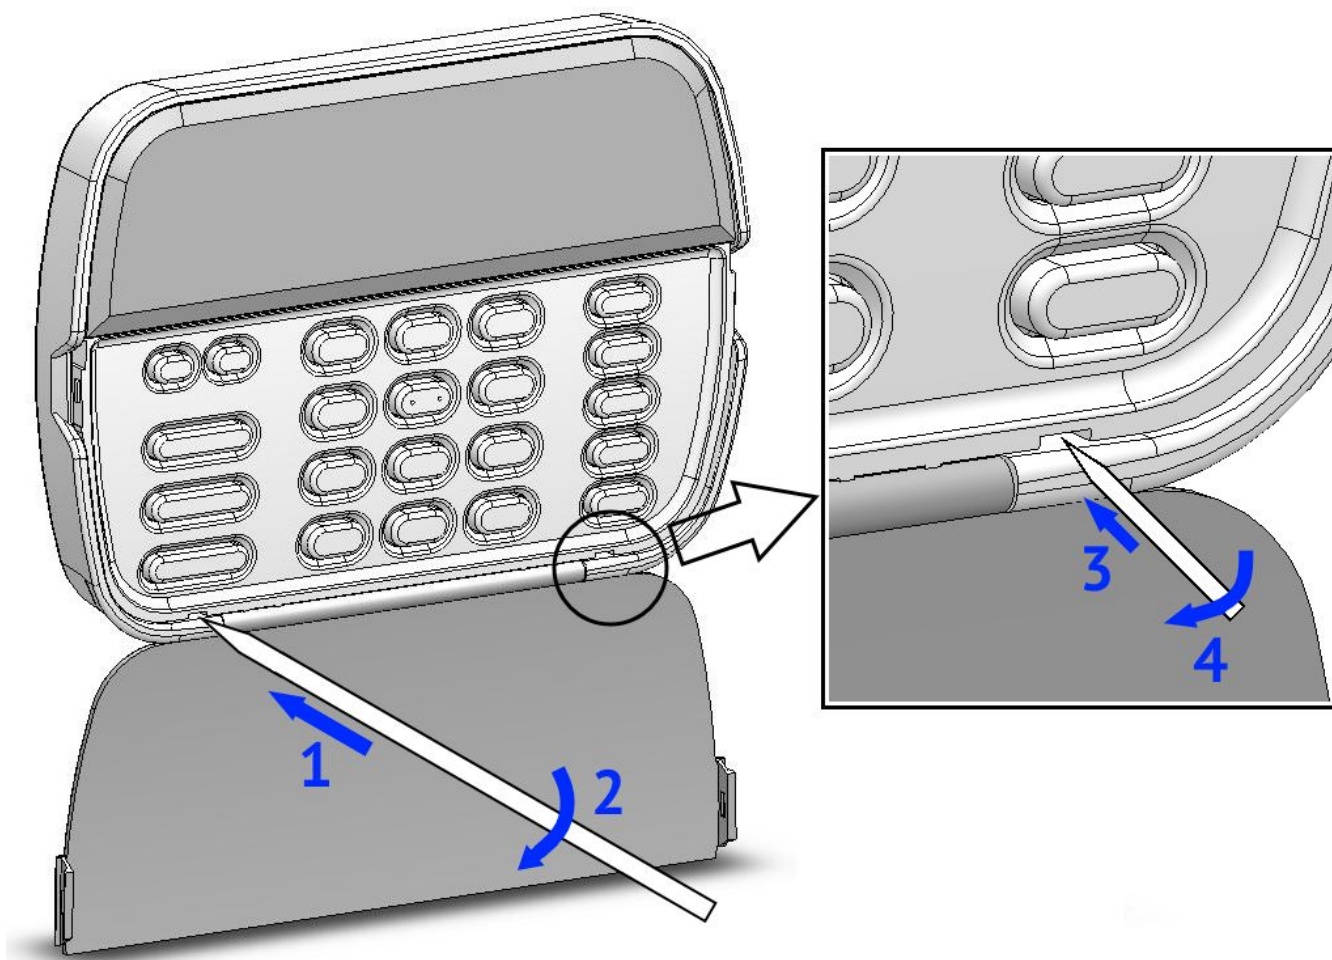

Рисунок 3. Раскрытие корпуса УИУ «Линд-11»
Для раскрытия корпуса (см. рисунок 3) необходимо вставить плоскую отвертку в специальное углубление нижнего фиксатора (1) и легко нажать (2) до характерного щелчка. Фиксатор разблокируется.